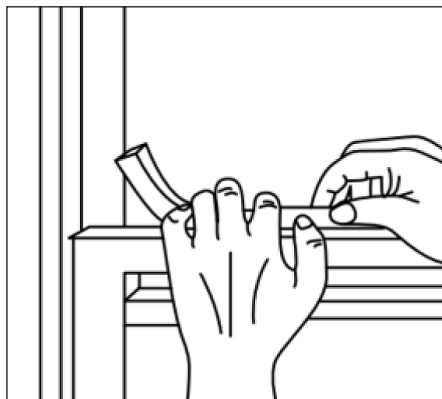

Fig. 15
12. Couper le joint en mousse et l'insérer dans l'espace entre les châssis supérieur et inférieur (Fig.15).